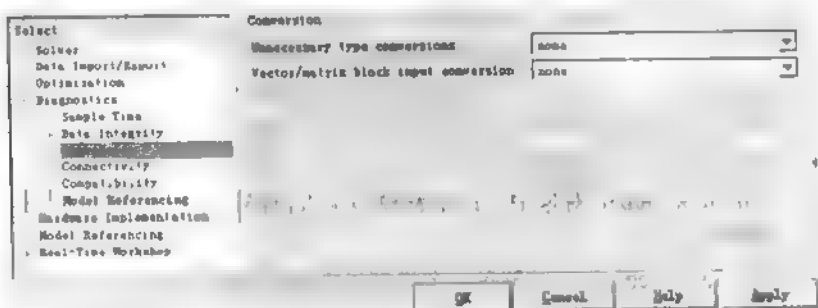

图 3.10 设置 Conversion 参数
- 4) Conversion: 该选项组用于用户设置诊断, 以便在模型编译过程中 Simulink 检测到模型中存在数据转换问题时所采取的应对措施, 如图 3.10 所示。